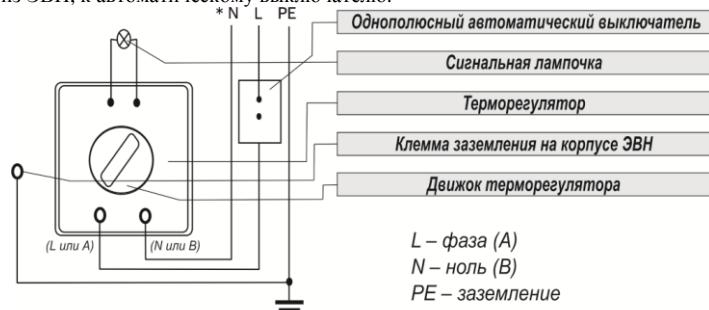
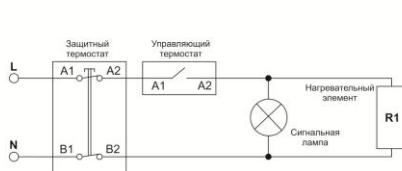

Рис. 7. Схема электрическая для моделей E-Series, O'Pro, EGO, O'Pro +
Рис. 11. Схема электрическая для моделей Steatite (S3C, D400-2-BC).
В цепь электропитания необходимо установить автоматический выключатель с током отсечки, равным 10А для ЭВН мощностью до 1,6 кВт и 16А для ЭВН мощностью от 1,6 кВт до 2,5 кВт. Подключение моделей E-Series, O'Pro, EGO, O'Pro + (рис. 7, 8) и моделей D400-2-BC (рис. 11):
Подключение моделей O'Pro (PC) (рис. 7, 8) и Steatite (рис. 7, 9, 10, 11);